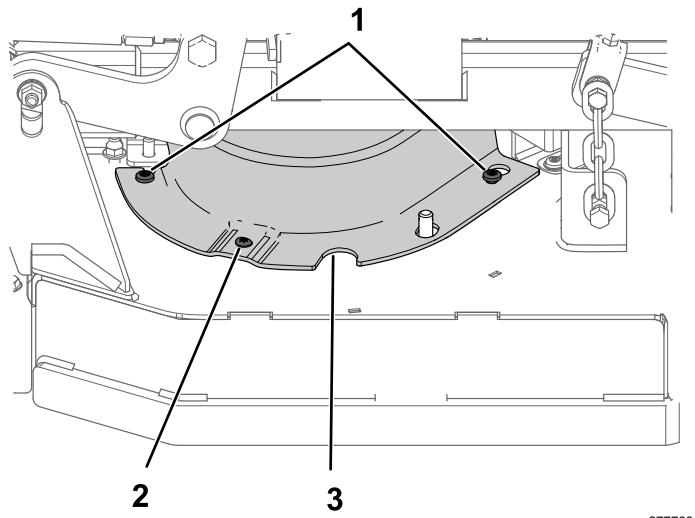

Figura 31
- Afloje los 2 pernos de cuello largo y el tornillo (Figura 31).